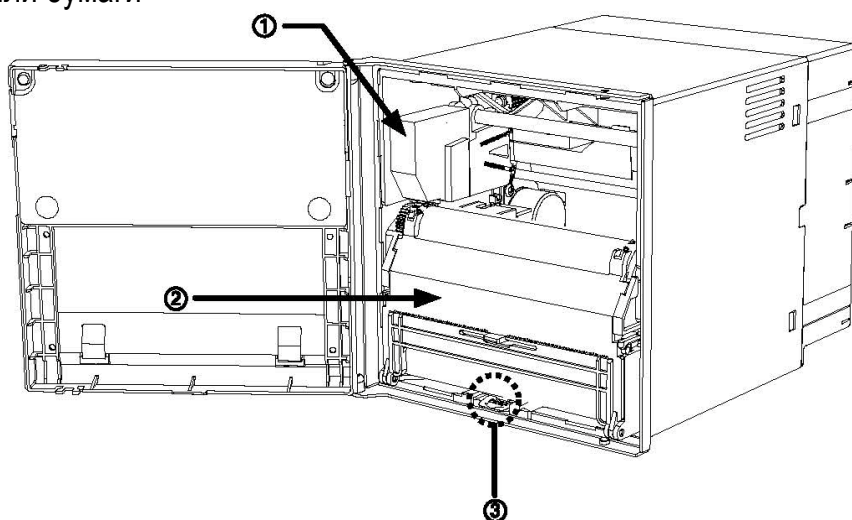

Рисунок 4 – Вид прибора с открытой крышкой
- 1.5.3 На виде прибора с открытой крышкой (рисунок 4) показаны:
- картридж (1), предназначенный для регистрации данных на бумажной ленте, (модель - D33006B-66X-01);
- кассета (2) для загрузки бумаги;
- рычаг (3) для удаления кассеты с бумагой. Если нажать рычаг вниз кассета будет удалена из прибора. Кассету необходимо удалять из прибора для замены картриджа или бумаги